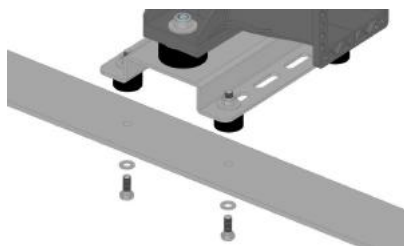

FIGURE 3
1. Fixer le ventilateur à une installation ou une machine avec la boulonnerie adaptée M8 (non livrée en série). (FIGURE 3);